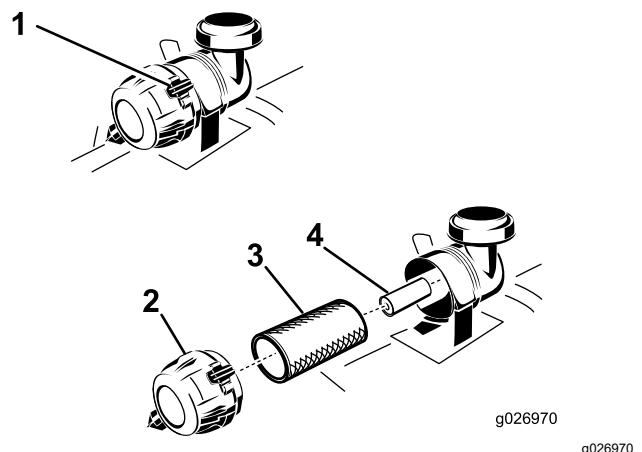

Рисунок 41
- Освободите стопорные зажимы воздухоочистителя и отделите крышку от корпуса воздухоочистителя (Рисунок 41).
6. Осторожно извлеките фильтр грубой очистки из корпуса воздухоочистителя (Рисунок 41).
- При замене внутреннего фильтра осторожно вставьте его в корпус фильтра (Рисунок 41).
- Осторожно вставьте фильтр грубой очистки поверх контрольного фильтра (Рисунок 41).
- Установите крышку воздухоочистителя колпаком сапуна вниз и поверните, зафиксировав стопорными зажимами (Рисунок 41).